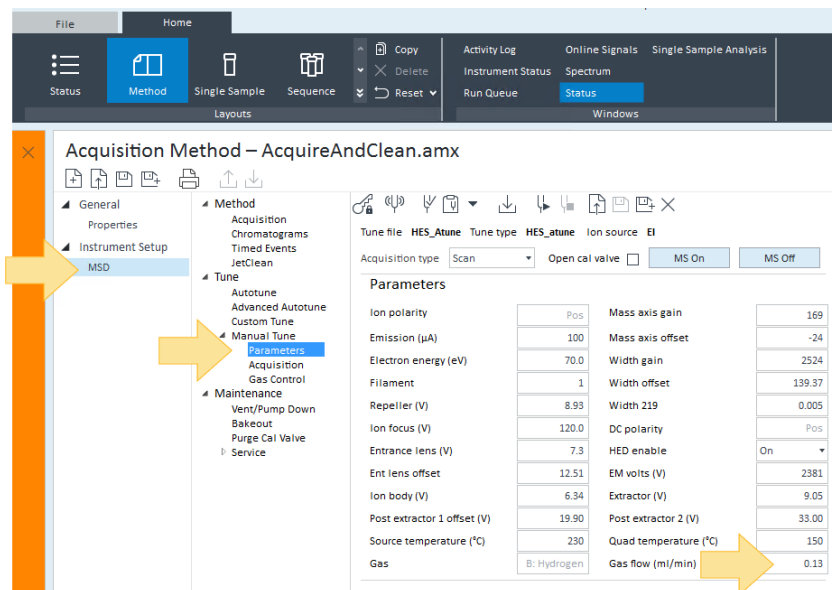

Рис. 35. Параметры ручной настройки
- b Выберите **Настройка > Ручная настройка > Параметры** и установите **Поток** водорода **0,13**. При разработке вашего метода **Сбор и чистка** важно добиться минимального потока водорода, получая при этом хорошие результаты. (См. **Рис. 35** на стр. 124.)